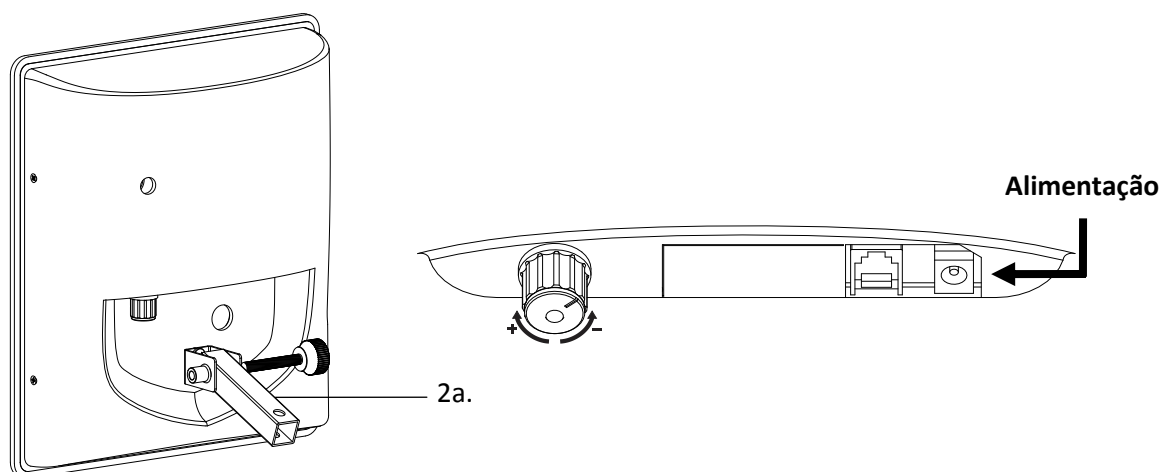
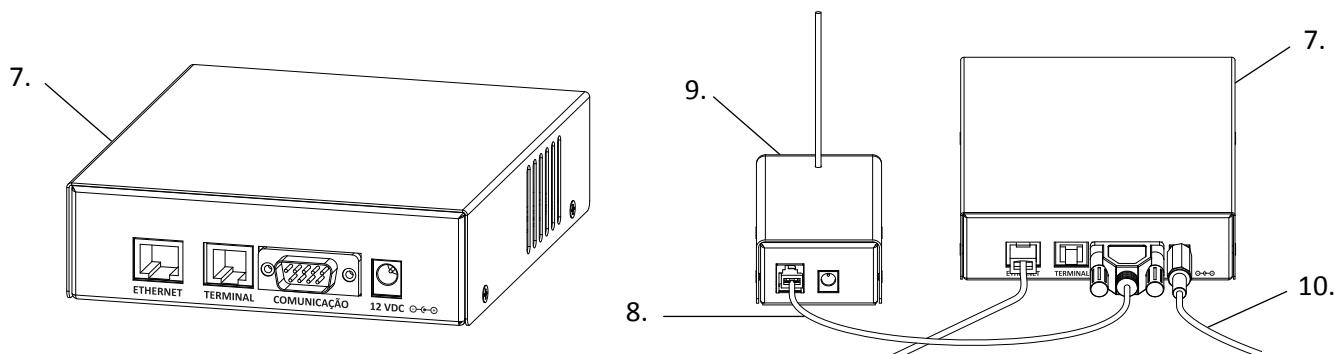

Figura 8: Braço de fixação montado, potenciômetro do volume e conector da fonte.
Figura 18: Conectores e ligações dos cabos entre Transceptor e BC v.1.
O braço de fixação (2a) vem avulso, devendo ser previamente fixado com o manípulo M6 na parte posterior do painel, conforme Figura 8.
Passo 4: Alimentar o painel (2) com o cabo da fonte (10) no conector indicado na Figura 8, no lado posterior do painel.
Passo 6: Passar cabo da fonte (10) pelo interior do tubo do pedestal e prender com abraçadeira junto ao braço de fixação do painel (2a), evitando que o cabo caia dentro do tubo e fique inacessível.
Passo 7: Alimentar o painel (2) no conector indicado na Figura 8, no lado posterior do painel.
Passo 7: Passar cabo extensão (6) pelo interior do tubo do pedestal e prender com abraçadeira junto ao braço de fixação do painel (2a), evitando que o cabo caia dentro do tubo e fique inacessível.
Passo 8: Alimentar o painel (2) com a fonte (10) no conector indicado na Figura 8.
Passo 1: Acomodar a BC v.1 (7) e o Tranceptor RF (9) no local da instalação.
Passo 2: Conectar cabos DB9 <> RJ11 (8) (COMUNICAÇÃO), cabo da fonte (10) (12 VDC) e o cabo de rede (ETHERNET) nos conectores conforme Figura 18.